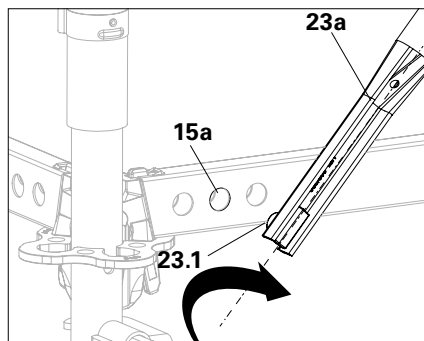

Abb. A4.06a
1. Riegeldiagonale UBL-2 (**23**) parallel an das Grundgerüst heranführen und so drehen, dass die Einhängenoppe (**23.1**) nach oben zeigt. (Abb. A4.06a)